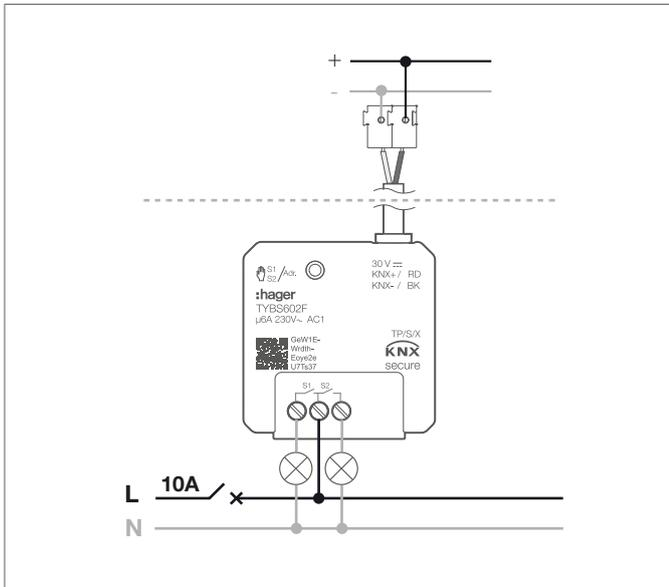
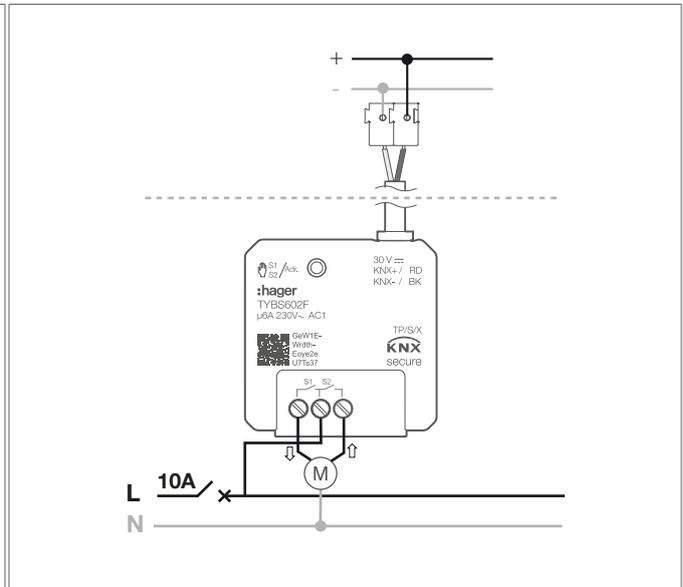

Abbildung 3: Anschlussplan TYBS602F Lampenlast
Abbildung 4: Anschlussplan TYBS602F Motorlast
- Gerät gemäß Anschlussplan ((Abb. 3: Anschlussplan TYBS602F Lampenlast) oder (Abb. 4: Anschlussplan TYBS602F Motorlast)) anschließen.